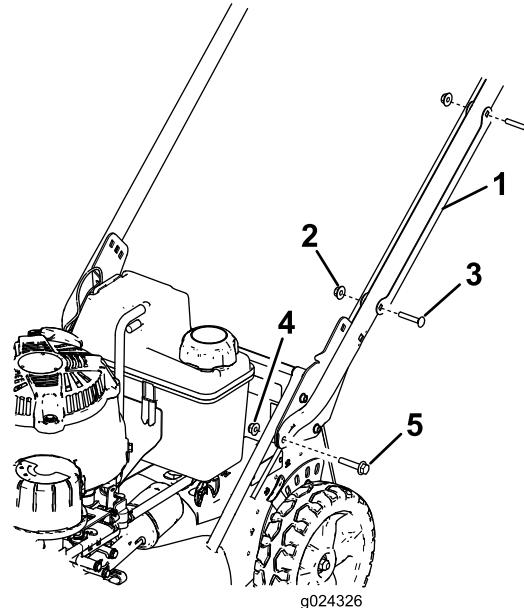

Figure 3
1. Retirez les 2 boulons de carrosserie et les 2 contre-écrous qui fixent le protège-câble au guidon et déposez le protège-câble du guidon (Figure 3).
2. Fixez les extrémités du guidon au carter de la machine au moyen de 2 boulons à tête-embase hexagonale (5/16 x 1-1/2 po) et de 2 écrous à embase (5/16 po), comme montré à la Figure 3.
- Placez le protège-câble sur le guidon en plaçant le(s) câble(s) à l'intérieur, et fixez le protège-câble sur le guidon au moyen des 2 boulons de carrosserie et des 2 contre-écrous retirés précédemment (Figure 3).